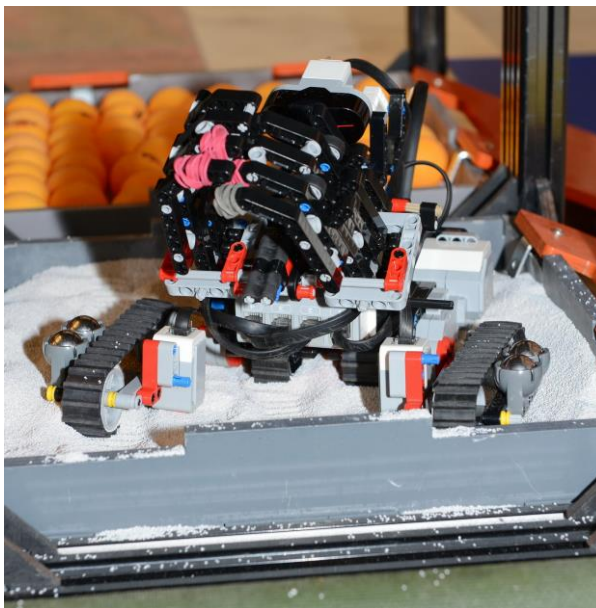

Рисунок 7 - «Песок»
1.5.6. **Песок** – участок, представляющий собой короб, наполненный песком. (рисунок 7). Габариты короба 340х340х40. Высота песчаного слоя колеблется в пределах 10-30 мм.